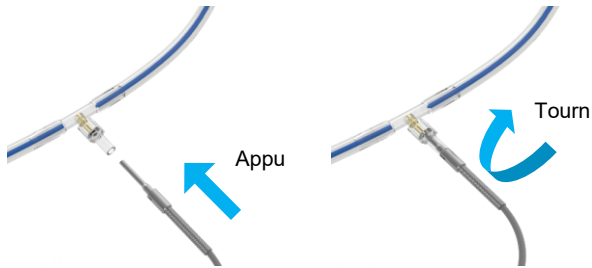

Figure 15 Raccordement du capteur de température au kit de perfusion
- Raccordez le capteur T2 à la ligne de perfusion, Figure 15 ; il est situé à la sortie du réservoir pour le rein.